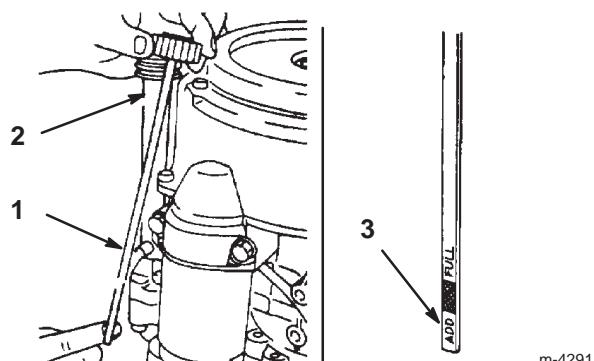

Bild 38
2. Reinigen Sie den Bereich um den Ölpeilstab herum (Bild 38), damit kein Schmutz in den Einfüllstutzen gelangen und so den Motor beschädigen kann.
3. Schrauben Sie den Ölpeilstab los und wischen das Ende ab (Bild 38).
4. Schieben Sie den Ölpeilstab vollständig in das Einfüllrohr (nicht in das Rohr einschrauben) (Bild 38). Ziehen Sie den Peilstab wieder heraus und kontrollieren das Stabende. Gießen Sie, wenn der Ölstand zu niedrig ist, nur so viel Öl langsam in das Einfüllrohr, dass der Ölstand die Voll-Marke erreicht.
6. Gießen Sie ca. 80% der angegebenen Ölmenge, siehe Seite 36, langsam in den Füllstutzen (Bild 38). Kontrollieren Sie dann den Ölstand; siehe Prüfen des Ölstands, Seite 36. Füllen Sie langsam Öl bis zur Voll-Marke nach.